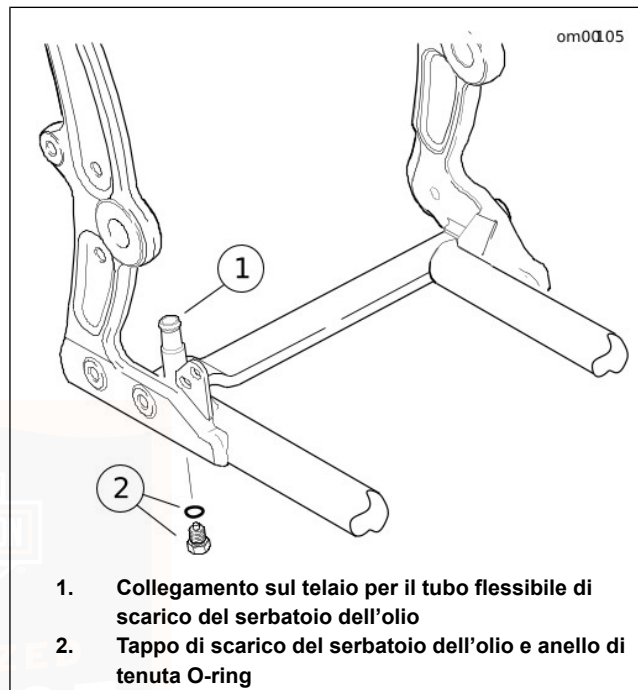

Figura 28. Tappo di scarico del serbatoio dell'olio: Modelli Softail
2. Vedere Figura 28. Rimuovere il tappo di scarico dell'olio motore con l'anello di tenuta O-ring (2). Scaricare completamente l'olio in un apposito recipiente.